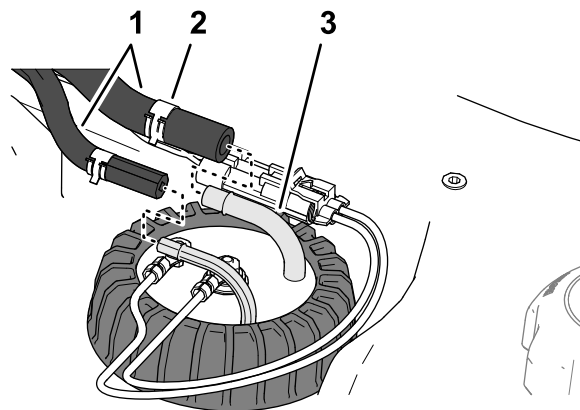

Figura 124
4. Deplasați clemele care fixează furtunurile pe fittingurile părții interioare a transmițătorului pentru combustibil și îndepărtați furtunurile de fittinguri (Figura 124).